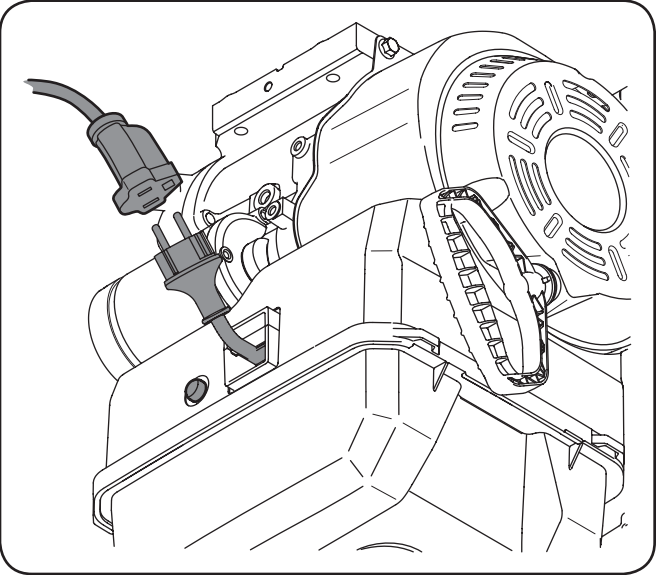

Figure 3-4
- REMARQUES :** Branchez toujours d'abord le cordon électrique à la prise du moteur, puis branchez-le à la prise murale. Voir la Fig. 3-4.